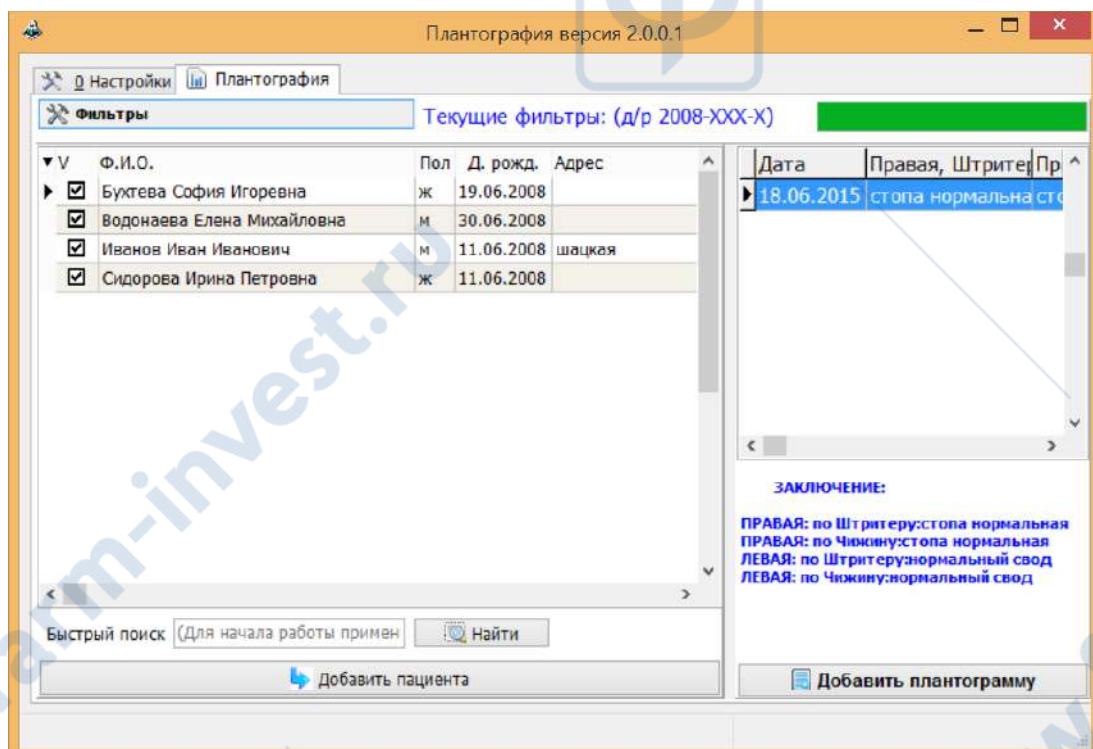

Рисунок 1 – Внешний вид формы списка пациентов
- Добавить пациента (кнопка ) или найти существующего (по умолчанию список пациентов при открытии программы пуст. Для поиска пациента необходимо набрать первые буквы фамилии в окне быстрого поиска или выставить фильтры – см. рисунок 1)